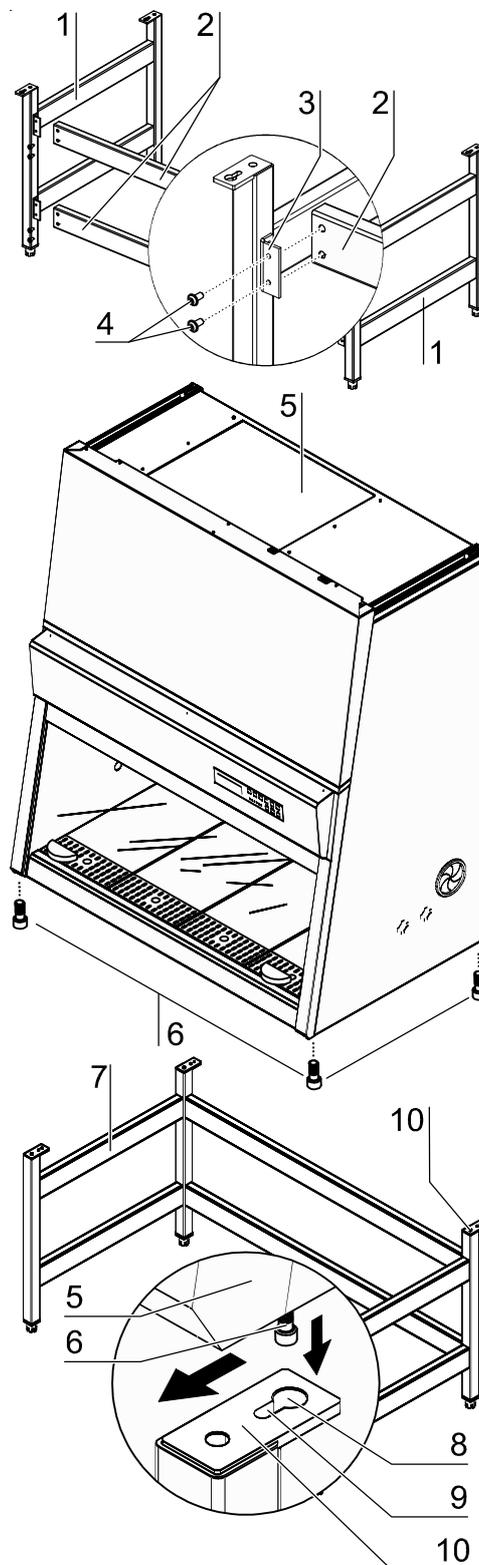

Fig. 10
1. **Fig. 10:** Spostare le due traverse [2] sugli angoli di sostegno [3] delle parti laterali [1]. Avvitare le traverse con le viti [4] ai due componenti laterali.